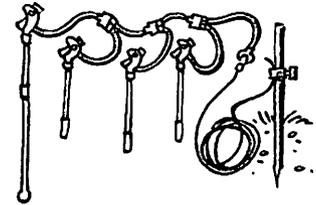

Fig. 15 : Dispositif de mise à la terre et en court-circuit pour un réseau BT.
b) Dispositifs de mise à la terre et en court-circuit (fig. 15)